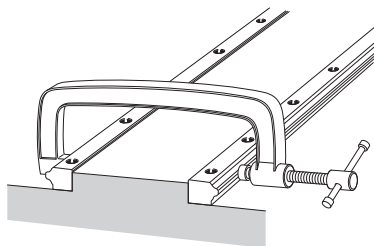

图22
(2) 使用老虎钳将2个LM轨道与基座的安装面压紧,使它们与基准面密切接触,然后按建议的力矩(参照 B 1-101)将安装螺栓拧紧。(图22)